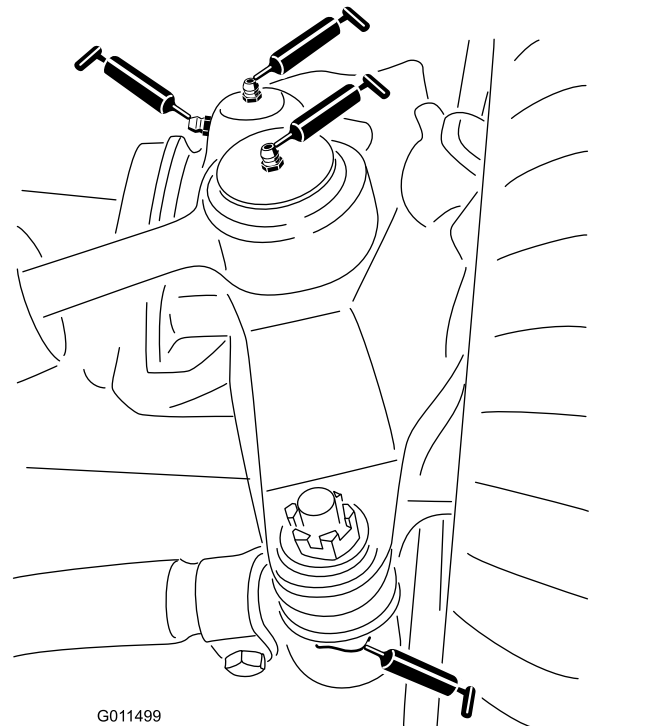

Figura 58
- Duas rótulas esféricas do cilindro da direção (Figura 58)
- Duas rótulas esféricas da barra de ligação (Figura 58)
- Dois casquilhos do pino principal (Figura 58).